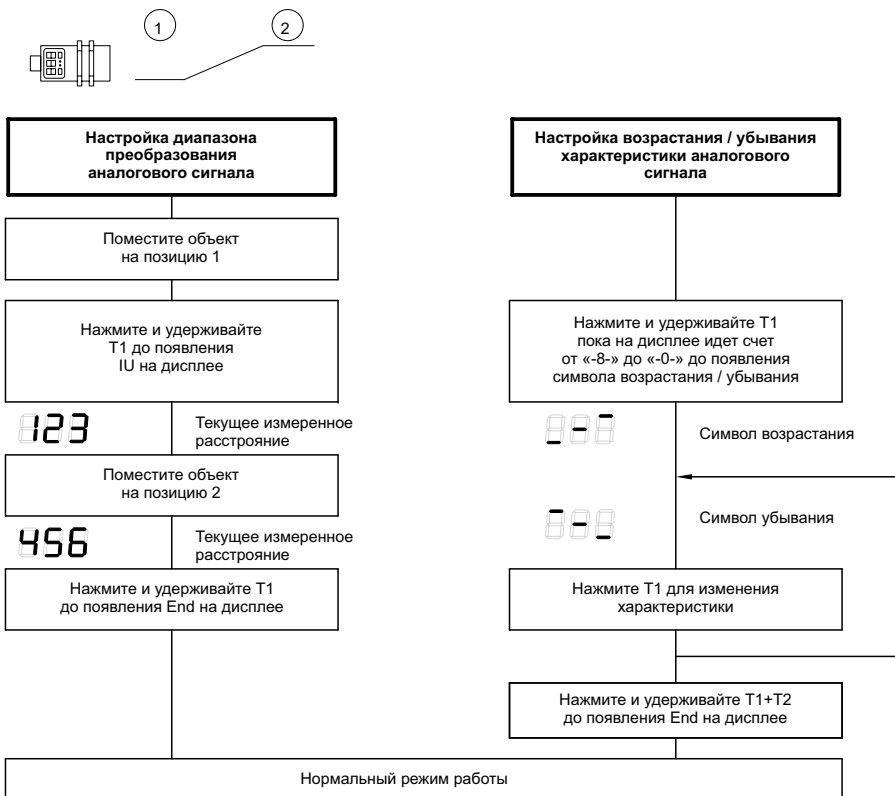

Рисунок 17 – Задание параметров с помощью процедуры «обучения» для датчика $стп+.../IU/TC$
- 2) С помощью процедуры обучения на объекте (см. рисунок 17).